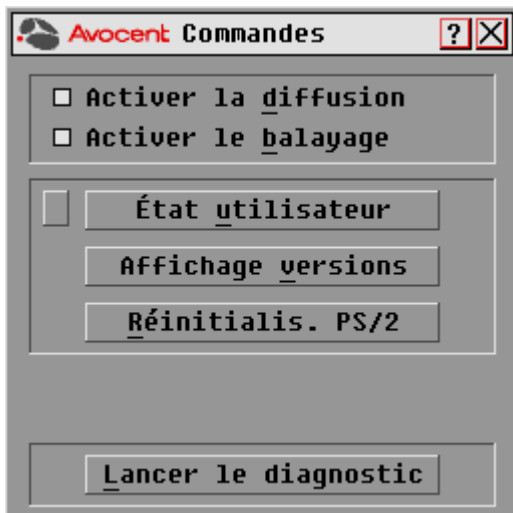

Figure 3.15 : Boîte de dialogue Commandes de l'interface OSCAR
2. Cliquez sur le bouton *Commandes* pour ouvrir la boîte de dialogue Commandes, comme indiqué à la Figure 3.15.